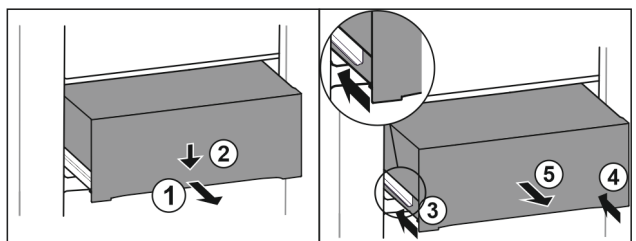

Fig. 155
- ▶ Vytiahnite zásuvku do polovice. Fig. 155 (1)
- ▶ Zatlačte zásuvku na prednej strane smerom nadol. Fig. 155 (2)
- ▶ Zasuňte ľavú koľajničku o cca 2 cm. Fig. 155 (3)
- ▶ Zasuňte pravú koľajničku o cca 2 cm. Fig. 155 (4)
- ▶ Odoberte zásuvku dopredu. Fig. 155 (5)